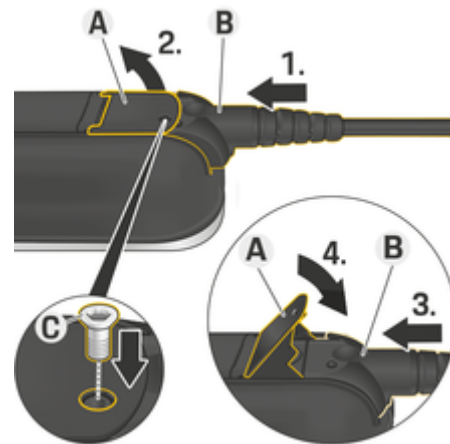

Fig. 60: Fixation du câble et blocage du connecteur
- ✓ Le levier **A** (Fig. 60) est fermé.
1. Insérez le connecteur **B** (Fig. 60) dans l'unité de commande, jusqu'au premier point de résistance.
2. Levez le levier **A** (Fig. 60).
3. Insérez entièrement le connecteur **B** (Fig. 60).
4. Fermez le levier **A** (Fig. 60).
5. Fixez le connecteur **B** (Fig. 60) à l'unité de commande à l'aide de la vis **C** (Fig. 60).